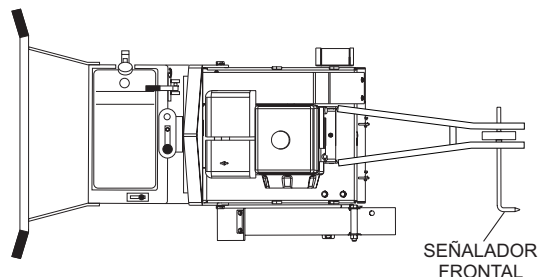

Figura 42. Señalador de la cortadora
1. La cortadora SP2 usa un señalador frontal (Figura 42), el cual ha sido precisamente alineado con el disco de diamante por el fabricante. Consulte la figura de abajo, el trazo correcto esta realizado por el mencionado señalador frontal volcandose a la línea de corte. La precisión en la dirección de la cortadora se realiza, por la ligera presión que hace el operador contra el manubrio.